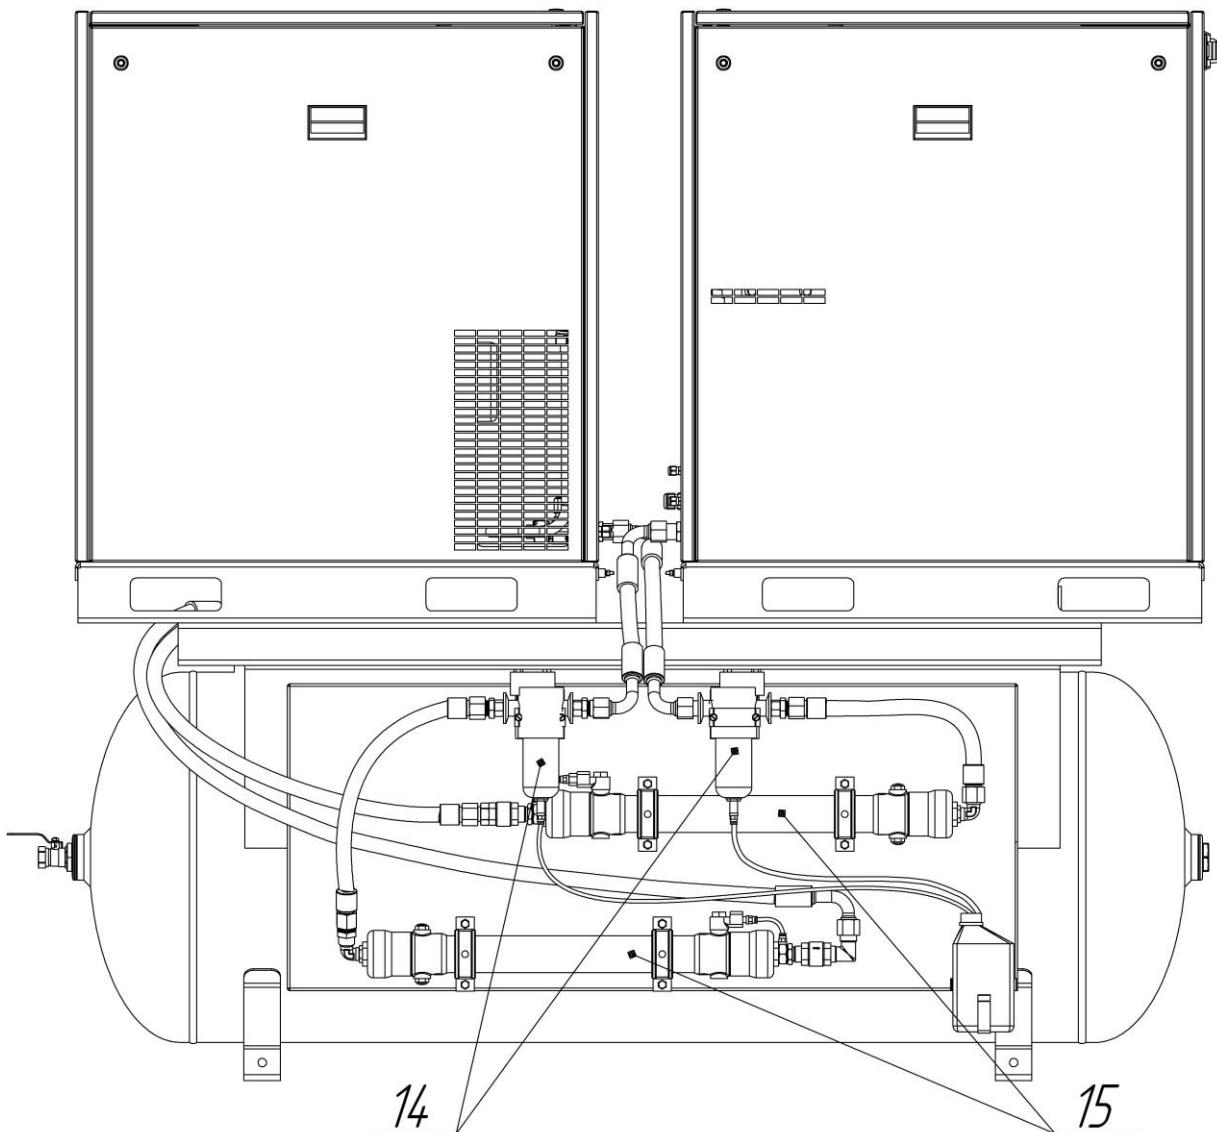

Рисунок 1 – Общий вид компрессорных установок
- 14 – Фильтр-влагоотделитель** (рис. 1) предназначен для подготовки сжатого воздуха перед его поступлением в мембранный осушитель.
- 15 – Мембранный осушитель** (рис. 1) предназначен для отделения парообразной влаги, содержащейся в сжатом воздухе.
5.3 Принцип работы (рис.1, 2)